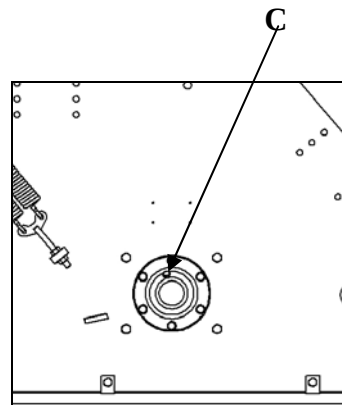

Fig.7
3. Apoyo rotor derecho. Llenar hasta el tapon de nivel C (fig.7): 0,25 l.